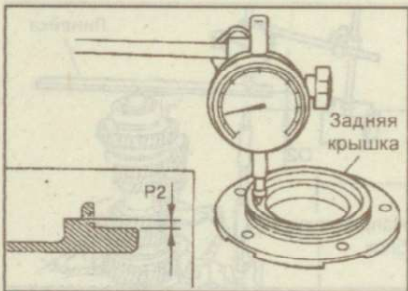

Рис. 9.175. Место измерения размера "P2"
b. Индикатором стрелочного типа измерьте расстояние "P2" между установочной поверхностью регулировочной шайбы задней крышки и контактной поверхностью картера коробки передач (рис. 9.175)